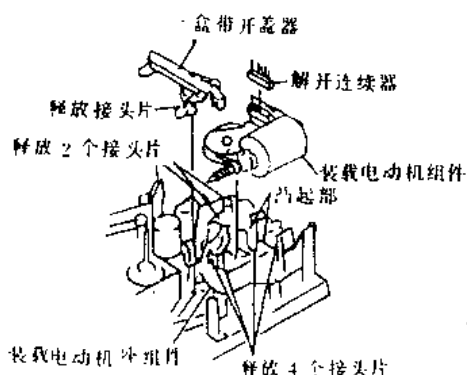

图 1-27
②释放 1 个接头片并拆卸盒带开盖器,如图 1-27 所示。
③解开连接器。
④释放固定着机构状态开关的 2 个接头片。
⑤释放4个接头片，然后一面从电动机的螺钉孔中释放电动机座的2个凸起部，一面拿起装载电动机/机构开关组件。